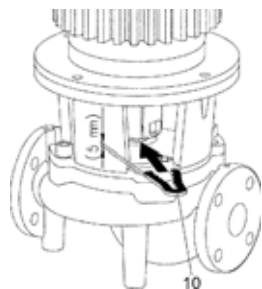

Fig. 45: Поставяне на монтажната вилка
- Пъхнете монтажната вилка (Fig. 45, поз. 10) между латерната и куплунга. Монтажната вилка трябва да седи без хлабина.